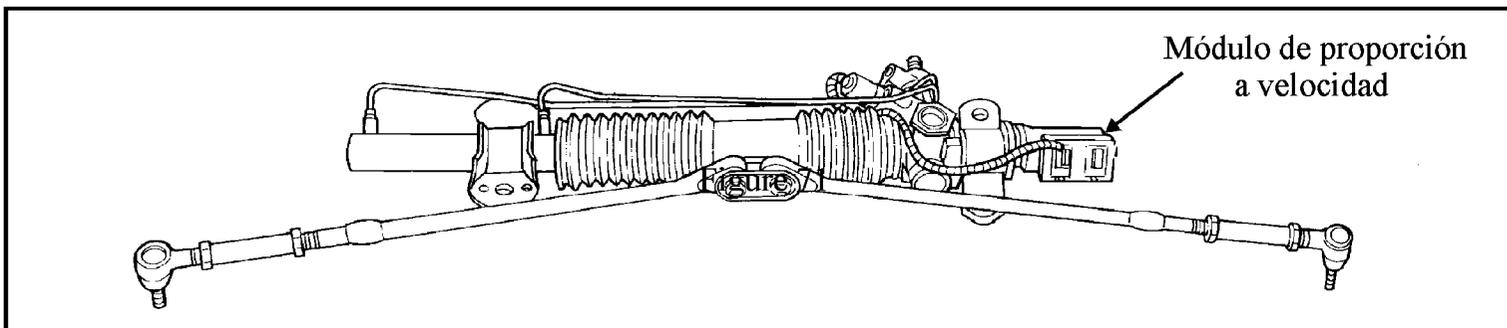

Figura 80
- Localice el módulo de dirección proporcional que está montado en la caja de dirección y desconéctelo (Vea la figura 80). El terminal 1 es la fuente de batería que viene de la ignición a través del fusible 6 0 20. Si no hay voltaje con la ignición en contacto, revise el fusible o repare la avería en el alambre. Si hay voltaje, vaya al próximo paso.